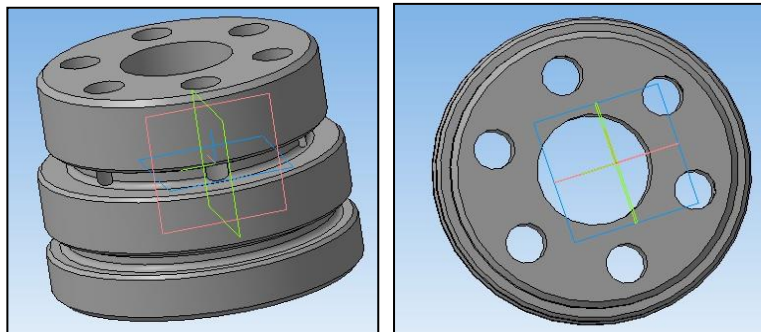

Рис. 8. Эскиз Рис. 9. Эскиз
Задание 2. Выполнить трехмерную модель детали с использованием массива элементов по концентрической сетке (без соблюдения размеров) (рис. 8, 9).
5. Сравните работу с образцом (рис. 8–9).